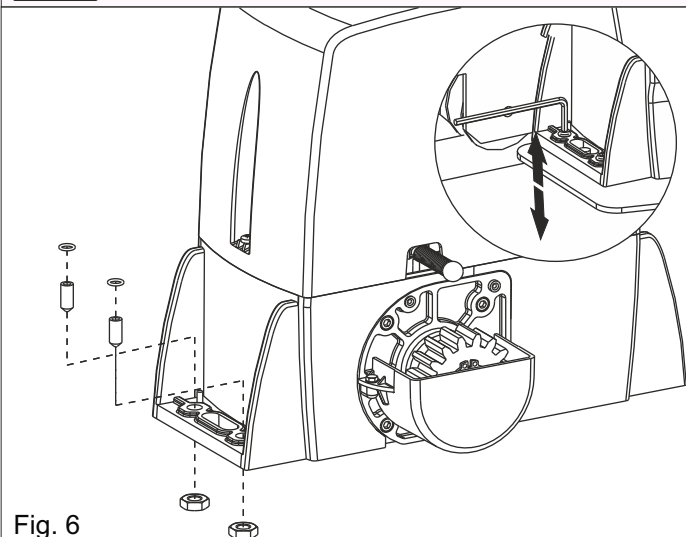

Fig. 6
**4.1.** Die 4 Stifte in die dafür vorgesehenen Bohrungen einsetzen, sodass die Höhe des Antriebs auf der Platte eingestellt werden kann (Abb. 6). **Am Ende der Installierung überprüfen ob die Befestigungsschrauben fest an die Grundplatte greifen.**